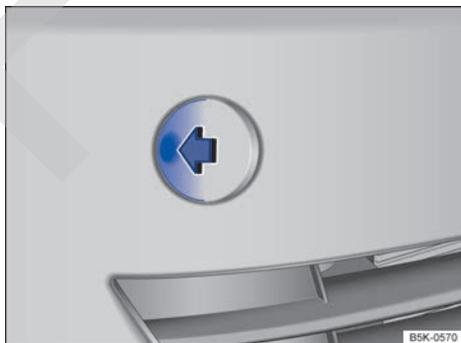

Fig. 188 En el lado derecho del paragolpes delantero: retirar la tapa. ▶
- Presione en el lateral de la tapa → **fig. 188** en el sentido de la flecha para desencastrar la tapa.